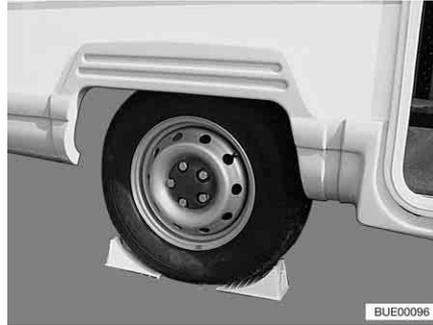

Bild 283 Fahrzeug sichern
- Unterlegkeile oder ähnliche geeignete Gegenstände am gegenüberliegenden Rad unterlegen, um das Fahrzeug zu sichern (Bild 283).